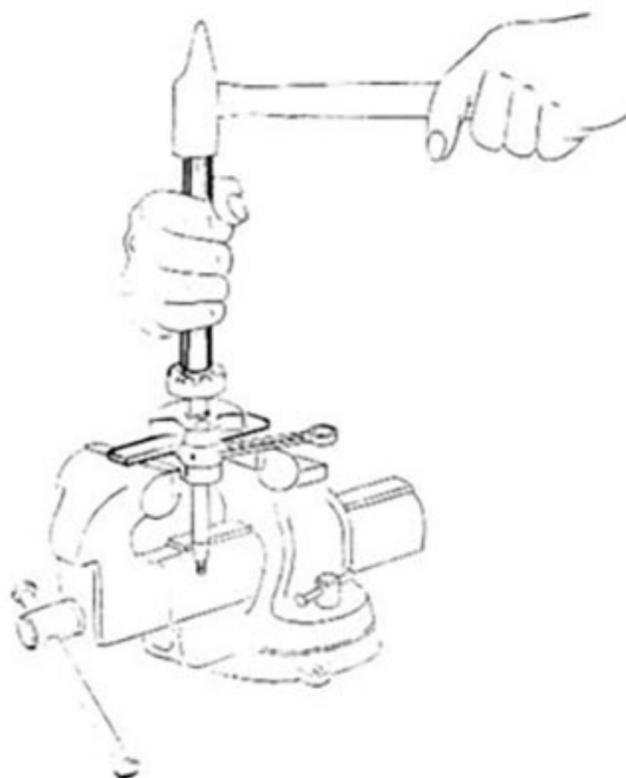

FIGURE 7
- Enfoncez le roulement bien à fond à l'aide du tube référence 1486 (Fig. 7).